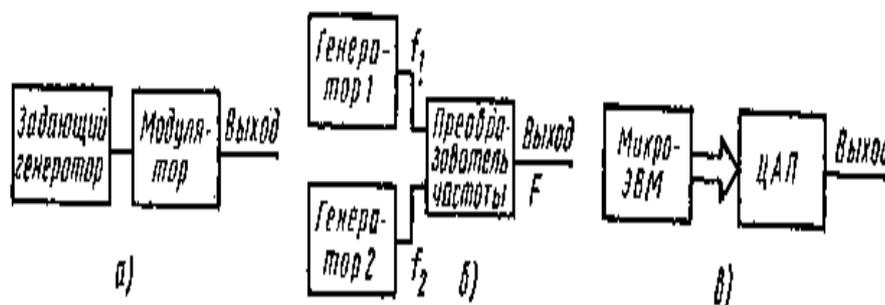

Рисунок 3.2 (26.2)
**Измерительные генераторы гармонических сигналов.** Задающий источник сигналов представляет собой управляемый задающий генератор. В некоторых ИГ к выходу задающего генератора подключается амплитудный модулятор (рис. 3.2 а).
В низкочастотных ИГ задающий источник сигналов иногда выполняют на двух  $LC$ -генераторах и преобразователе частоты (рисунок 3.2, б). Преобразователь частоты выделяет низкочастотное колебание, равное разности частот  $LC$ -генераторов ( $F=f_2-f_1$ ). Достоинство такого источника низкочастотных сигналов заключается в том, что, изменяя частоту одного из  $LC$ -генераторов в относительно узком диапазоне, удается изменять низкую частоту  $F$  от нуля до нескольких десятков килогерц. Очевидно, такой источник структурно сложнее  $RC$ -генератора. Точность установки и стабильность частоты перестраиваемых  $LC$ - и  $RC$ -генераторов сравнительно низкие. Существенное повышение этих показателей достигается, если в качестве задающего источника сигналов в ИГ используют синтезаторы частоты.
Колебания инфранизких частот (измеряемые в долях герца и выше) можно получить, используя схему, показанную на рисунке 3.2, б. Однако обеспечить высокие точность установки и стабильность частоты, а также незначительный коэффициент гармоник по этой схеме не удастся. В современных прецизионных ИГ инфранизкие частоты получают решением дифференциального уравнения второго порядка с помощью цифровой микроЭВМ. Результат решения—последовательность чисел, соответствующих дискретным отсчетам генерируемого сигнала,—поступает на цифро-аналоговый преобразователь (рисунок 3.2, в), с выхода которого снимается ступенчатое напряжение сигнала. Измерительный генератор на основе микроЭВМ обеспечивает высокую точность параметров генерируемых колебаний. Кроме того, параметры и форма колебаний таких ИГ легко изменяются программным путем, что важно при создании автоматизированных измерительных комплексов. Возможности ИГ на микроЭВМ ограничиваются быстродействием ЭВМ.